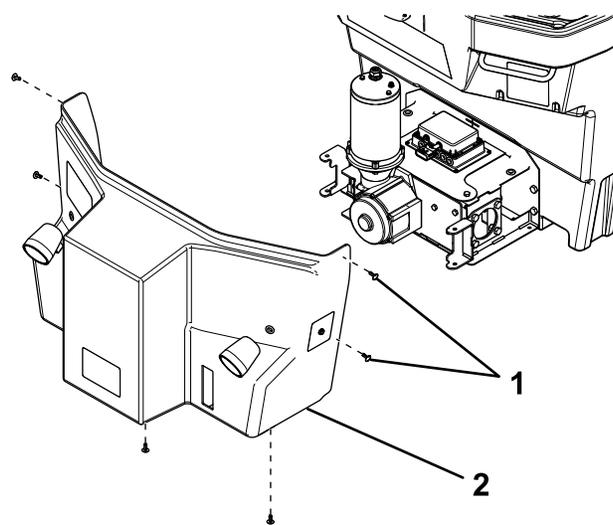

Figure 1
4. Retirez les clips en plastique qui fixent le couvercle arrière à la trémie (Figure 1).